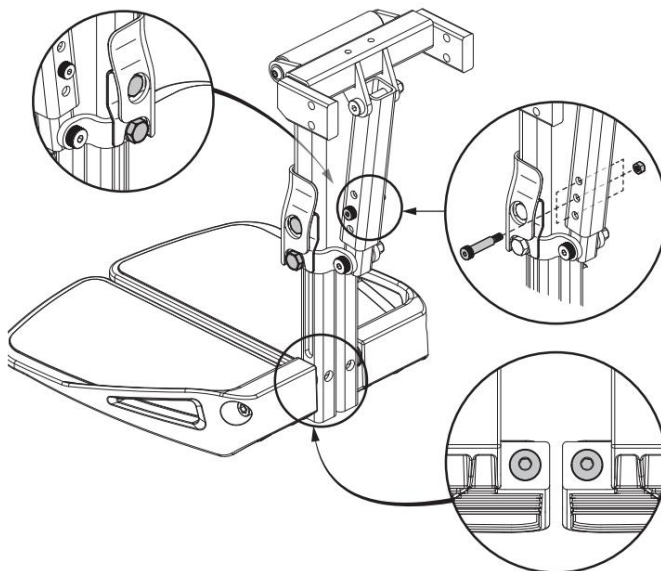

Figura 12. Ajuste de la plataforma para los pies
Coloque el punto de anclaje de las correas de amarre traseras justo detrás de los puntos de sujeción traseros de la silla de ruedas eléctrica. Las correas de amarre delanteras deben anclarse a puntos del suelo con una separación mayor que la de la silla de ruedas eléctrica para mayor estabilidad. Véase la figura 12.
Vea la figura 12.
1. Levante la plataforma para los pies y localice el tornillo. Véase la figura 12.